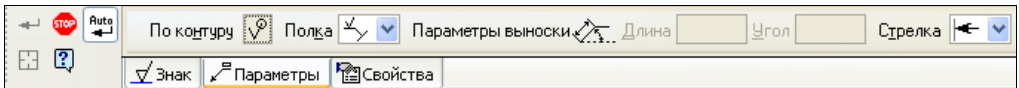

Рис. 29.14. Панель свойств: Шероховатость грани в режиме Деталь на вкладке **Параметры**
- ◆ щелкните ЛК мыши по вкладке **Параметры** (рис. 29.14), где из раскрывающегося списка окна **Полка** установите положение знака. По умолчанию установлен вариант на полке **Влево**;